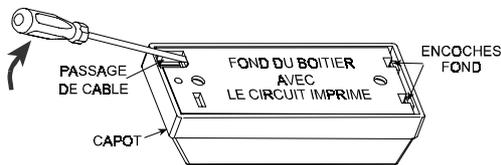

Figure 4. Séparer le capot du fond
B. Enlever le capot comme montré en figure 4.